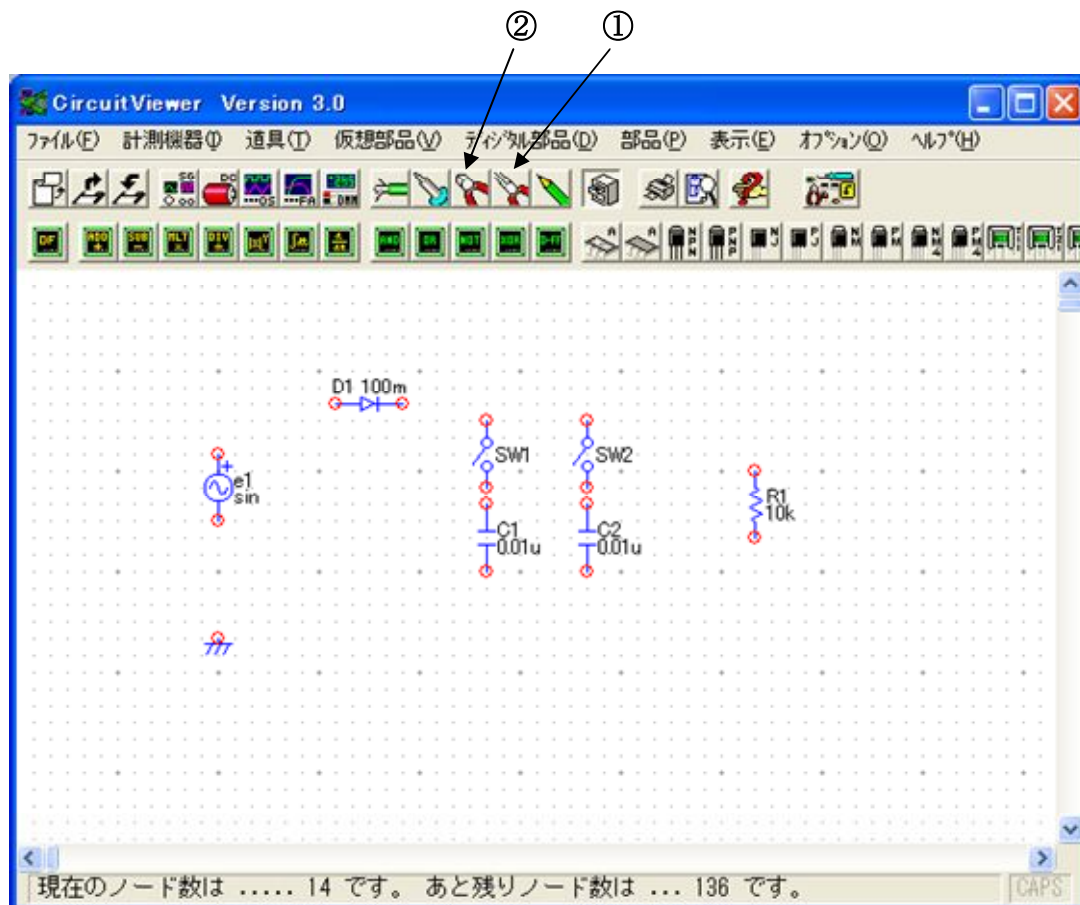

図 2. 4
配置した部品を削除したい場合は、図 2. 4 の②ニッパー (削除) のアイコンをクリックすると手のカーソルがニッパーに変わります。そのカーソルを削除したい部品の上に持って行き左クリックすると、部品が削除されます。
部品を移動や回転をさせ図 2. 4 のように部品を配置してください。